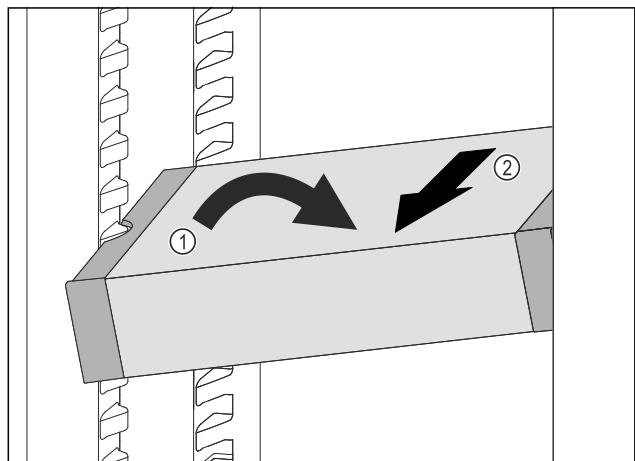

Fig. 238
- Incliner le VarioSafe dans la partie réfrigérateur. Fig. 238 (1)
- Sortir le tiroir VarioSafe par l'avant. Fig. 238 (2)